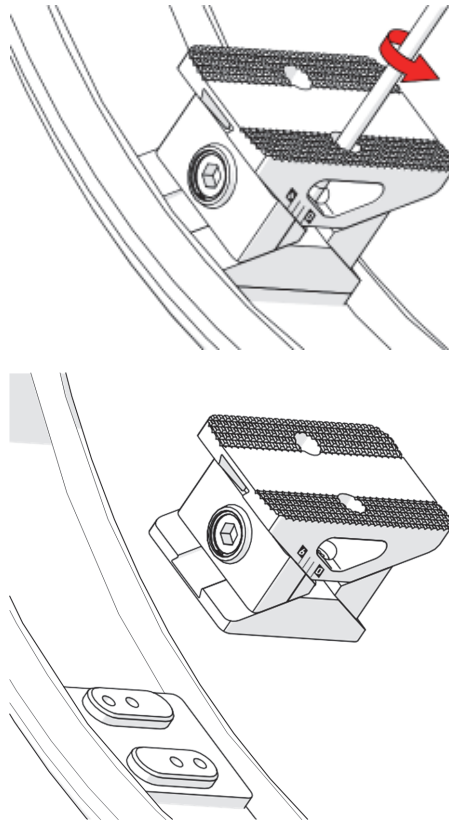

Figura 1-16 Extracción del pie
1. Afloje los dos tornillos hexagonales con un des[a]tornillador hexagonal de 4 mm (ver Figura 1-16 en la página 38).